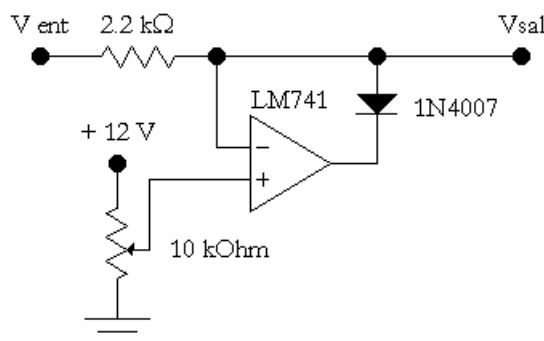

Figura 3
3.1. Armar el circuito de la Figura 3 y aplicar a la entrada una señal senoidal de 20 V pico a pico, 100 Hz y sin offset de continua.